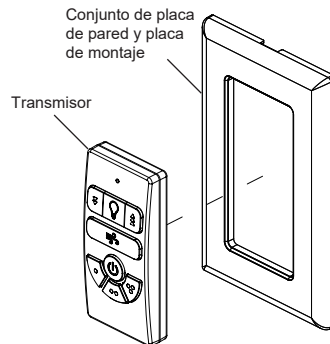

Fig. 17
**Paso 1.** Retire el transmisor de la placa de pared y del conjunto de la placa de montaje. (Fig. 17)